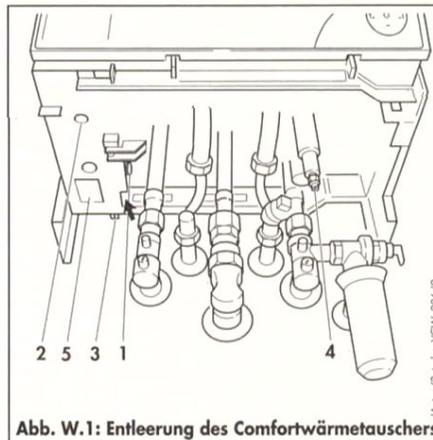
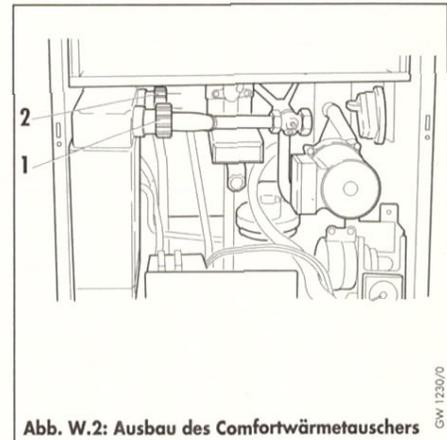

Abb. W.1: Entleerung des Comfortwärmetauschers
Abb. W.2: Ausbau des Comfortwärmetauschers
An der Öffnung (5, Abb. W.1) tritt Restwasser aus, wenn der Comfortwärmetauscher ausgebaut wird.
- Öffnen Sie die Entleerungsschraube (4, Abb. W.1).
- Bauen Sie den Comfortwärmetauscher aus, indem Sie die beiden Verschraubungen (1 und 2 Abb. W.2) lösen und den Arretierstopfen (1, Abb. W.1) herausziehen.
- Hebeln Sie den Comfortwärmetauscher von hinten aus (Pfeil, Abb. W.1), um die Dichtkraft der rückseitigen Steckanschlüsse zu überwinden.